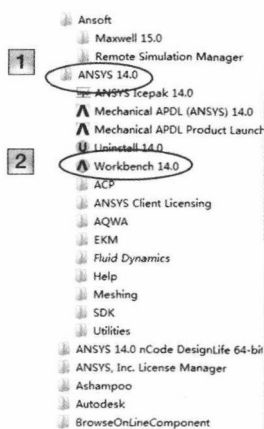

图 1-2 从菜单中启动 Workbench
- 在“开始”菜单中执行 ANSYS 14.0> Workbench 命令, 如图 1-2 所示。